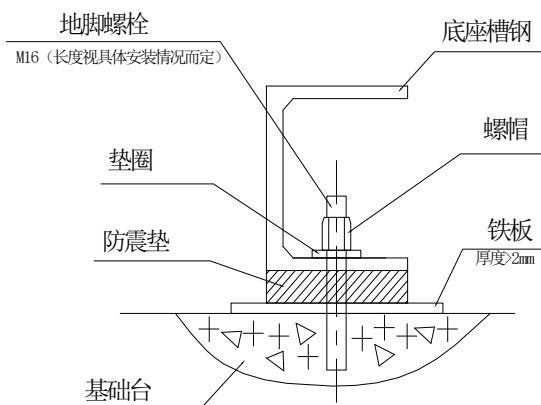
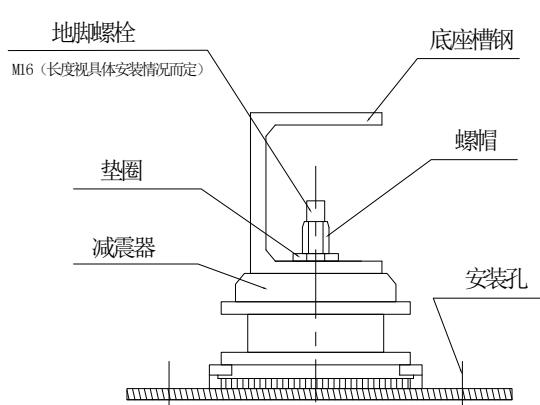

图 5.3
图 5.4
机组的固定方式如图 5.3 和图 5.4:
注: (1) 采用图 5.3 固定方式时, 根据安装基础图安装孔位置, 基础上请预留地脚螺栓安装孔。
(2) 采用图 5.4 固定方式时, 基础上需预留减震器安装用地脚螺栓孔。